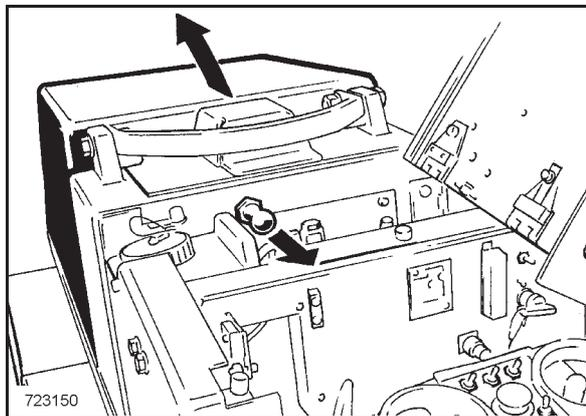

Bild 100
- Verriegelung (Bild 100) ziehen und Motorhaube nach vorne aufklappen.